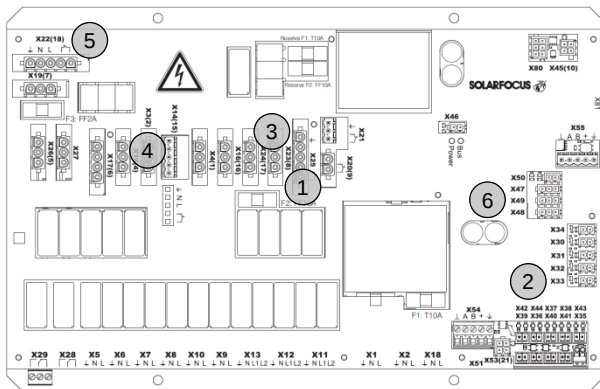

Abb. 5-6_ Kessel-Leistungsteil
- Alle verlegten Kabel folgendermaßen an das Kessel-Leistungsteil (Abb. 5-6; zu finden unter der roten Abdeckhaube) anstecken:
- ① Rückbrandschieber: X25
- ② Einschubschnecke Temperaturfühler: X33
- ③ Einschubschneckenmotor: X23 (8)
- ④ Saugturbine: X3 (2)
- ⑤ Behälterschneckenmotor: X22 (18)
- ⑥ Füllstandsensor: X49